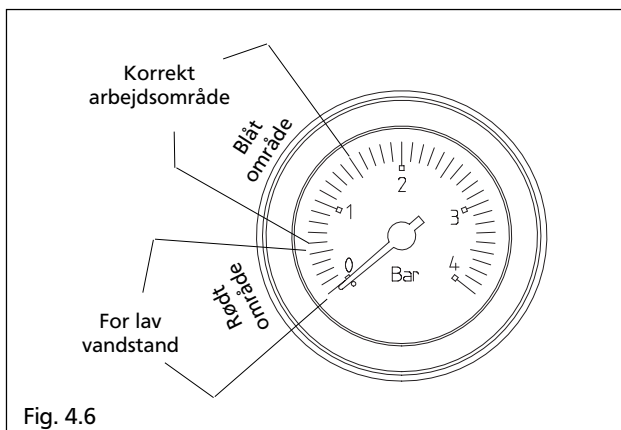
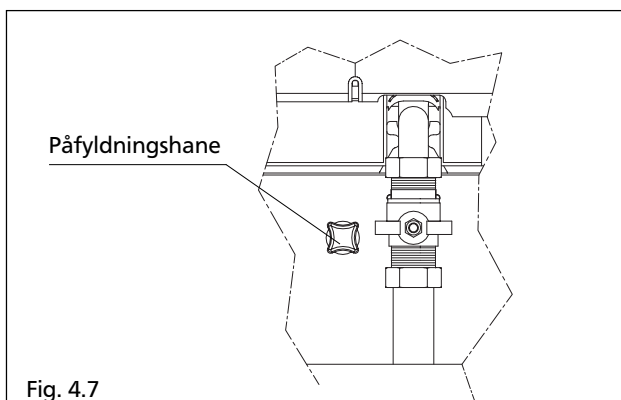

Fig. 4.6
Fig. 4.7
- Kontroller anlæggets tryk på manometeret (fig. 4.6); Hvis trykket er mindre end 0,5 bar, påfyldes vand til min. 1,5 bar (fig. 4.7).